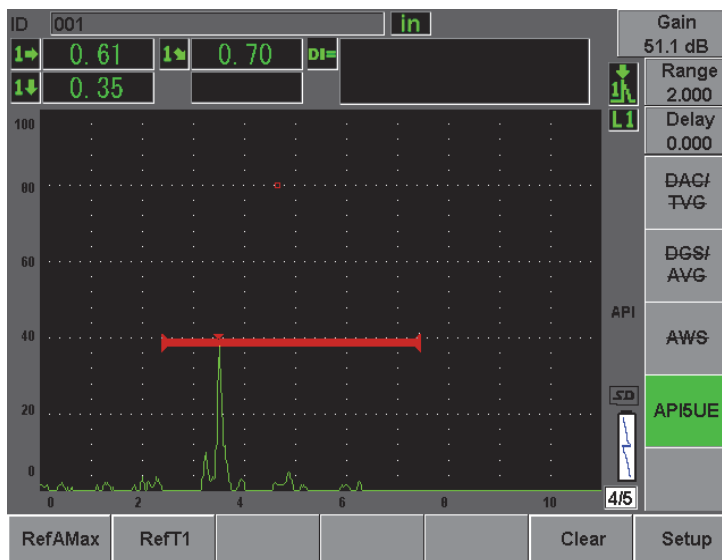

Figura 12-26 Armazenando o ponto T_1
7. Pressione **[P2] RefT1** para coletar a queda de 6 dB do pico de fuga e atribuir este valor como T_1 (veja Figura 12-26 na página 268).